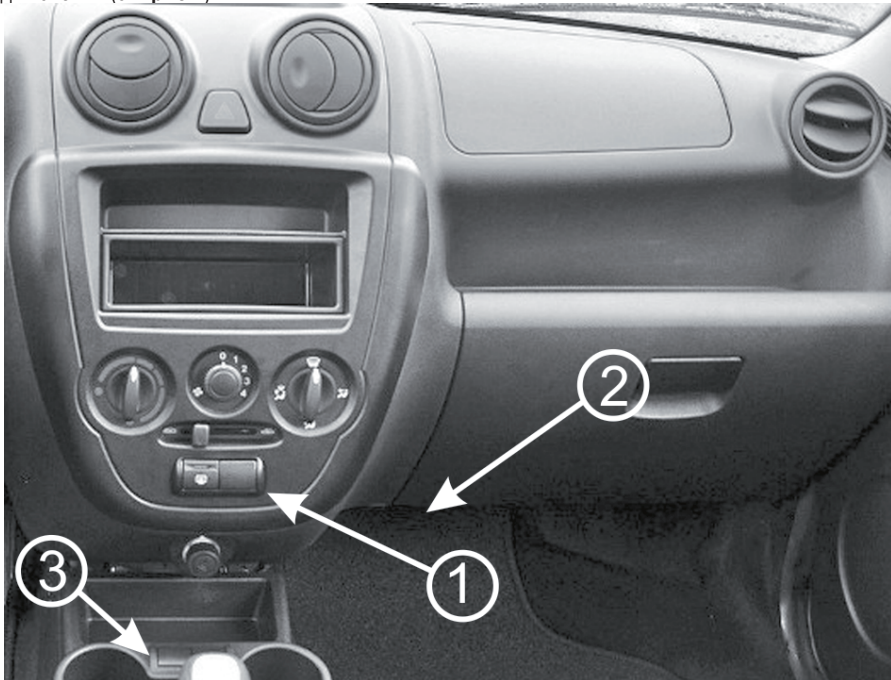

Рис.1 Вид на панель приборов.
ВНИМАНИЕ! Перед установкой тщательно изучите данную схему (см. **Рис.1**).
4.1.1 Извлеките заглушку панели приборов (поз.1, **рис.1**).
4.1.2 Протяните жгут проводов БК до диагностической колодки (находится под бардачком левой стороны (поз.2, **рис.1**)) и соедините колодку жгута БК к диагностической колодке согласно схеме подключения (см. **рис.2**).
4.2.3 Извлеките заглушку панели приборов (поз.3, рис.1).
4.2.4 Протяните жгут проводов БК до диагностической колодки (находится под бардачком левой стороны (поз.2, рис.1)) и соедините колодку жгута БК к диагностической колодке согласно схеме подключения (см. рис.2).